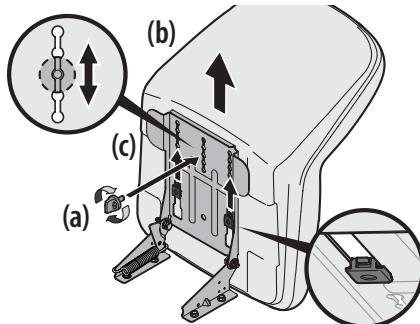

Figura 4
4. Deslice el asiento (b) hacia atrás en el soporte de pivote del asiento (c), alineando una de las ranuras del soporte de pivote del asiento (c) con el orificio que está en la parte posterior central de la base del asiento (b). Consulte la Figura 4.
NOTA: Asegúrese que las dos lengüetas del asiento se enganchen en el soporte de pivot del asiento, como se muestra en el recuadro inferior derecho de la Figura 4.